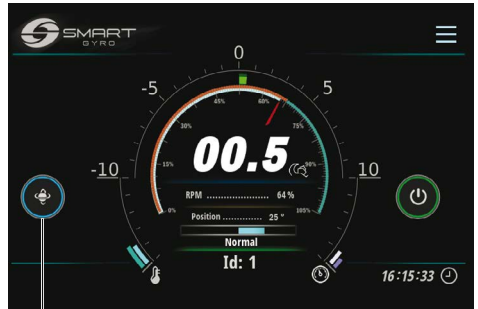

Abbildung 7
7. Sobald die Schwungradgeschwindigkeit 55 % der Höchstgeschwindigkeit überschreitet, ist die Präzession erlaubt und der Kreis um das Symbol wird blau, was anzeigt, dass die Präzession freigegeben ist und die Kugel schwingen kann (Abbildung 7, (1)).